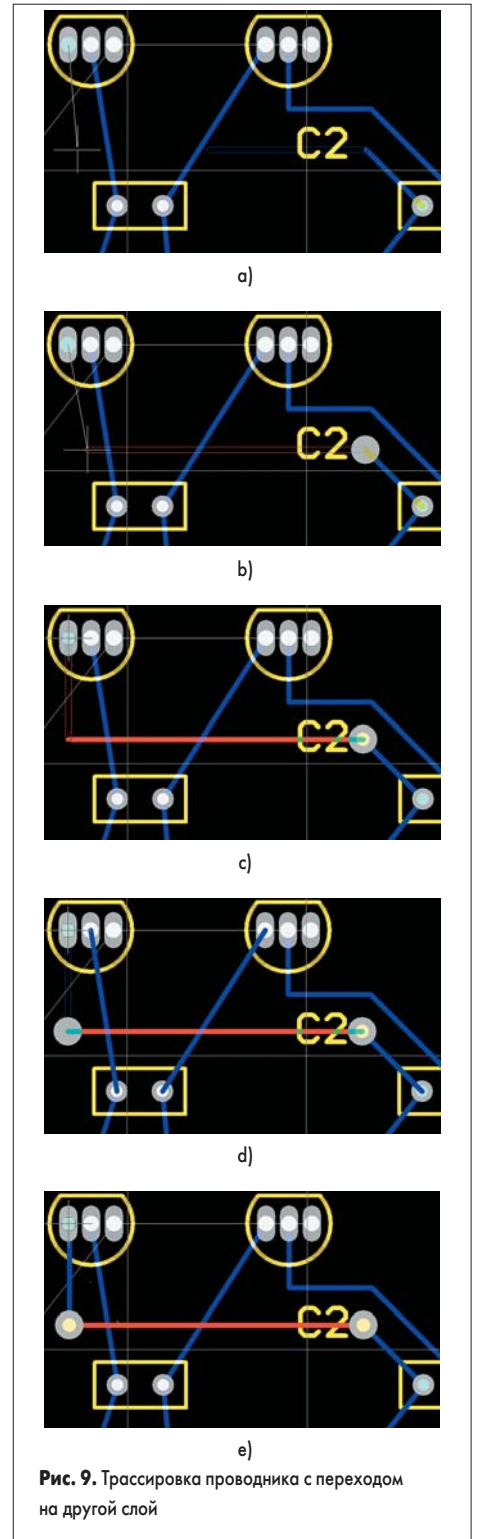

Рис. 9. Трассировка проводника с переходом на другой слой
Приступим к прокладке проводника R3-C2-VT1. Завершающий сегмент проводника будет пересекать ранее проложенные проводники, поэтому при попытке размещения проводника на слое Bottom система откажется прорисовать не только прокладываемый, но и предсказываемый сегменты (рис. 9а). У пользователя при этом имеется два варианта действий: обходить существующие препятствия, оставаясь на данном слое, либо перейти на другой сигнальный слой.
2. Последовательным нажатием клавиш SHIFT+Spacebar и Spacebar включим режим рисования проводников под углом 45°, как показано на рис. 9а.
правила проектирования Routing Via Style для данной цепи (рис. 9б).
5. Наведем указатель мыши на левый крайний вывод транзистора VT1 и последовательным нажатием клавиш SHIFT+Spacebar и Spacebar включим ортогональный режим рисования проводников (рис. 9с).
6. Снова перейдем на нижний слой нажатием клавиши * на цифровой клавиатуре. На конце красного сегмента появится новое переходное отверстие (рис. 9д). Контур предсказываемого проводника станет синим.
8. Выполним еще один щелчок левой кнопкой мыши на контактной площадке транзистора VT1, чем зафиксируем на ней конец последнего третьего сегмента проводника (рис. 9е).